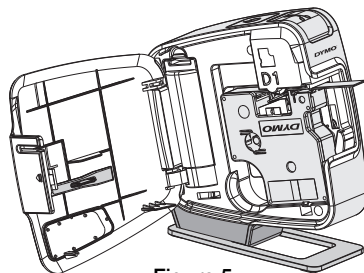

Figure 5
- 3 Insérez la cassette et appuyez fermement sur celle-ci jusqu'à ce qu'elle s'enclenche. Voir la Figure 5.